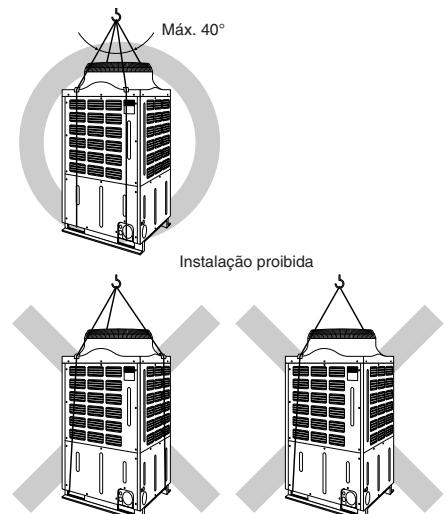

Fig. 3-3
① Recepção da secção de canto.
② Certifique-se de que a secção de canto é recebida com segurança. Se a secção de canto não for recebida com segurança, os pontos de ancoragem podem flectir.
③ Adquira os parafusos de ancoragem M10 localmente.
3.3. Precauções para a elevação da unidade (Fig. 3-3)